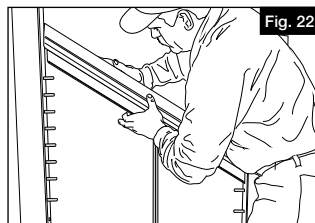
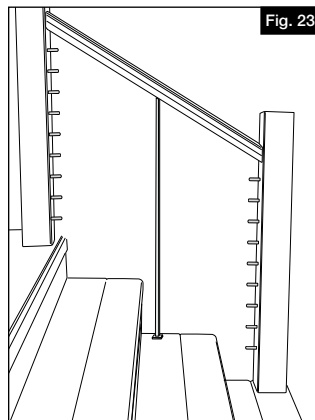

Fig. 22
Fig. 23
- a. Encliqueter la main courante (composant A) sur le profilé supérieur (composant D) en exerçant une pression vers le bas. Travailler du bas de l'escalier jusqu'à l'extrémité supérieure de la rampe jusqu'à ce que la main courante se bloque en place sur toute sa longueur (Fig. 22 et Fig. 23).